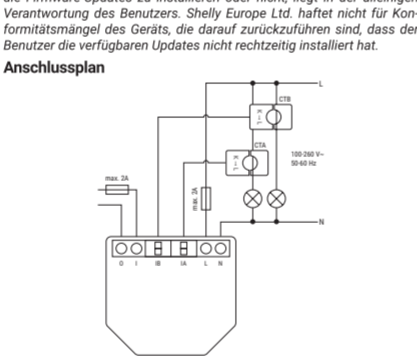

Abb. 1: Basis-Anschlussplan
- Installieren Sie den Stromwandler CTA um das Kabel des ersten Lastkreises, wie in Abb. 1 gezeigt.